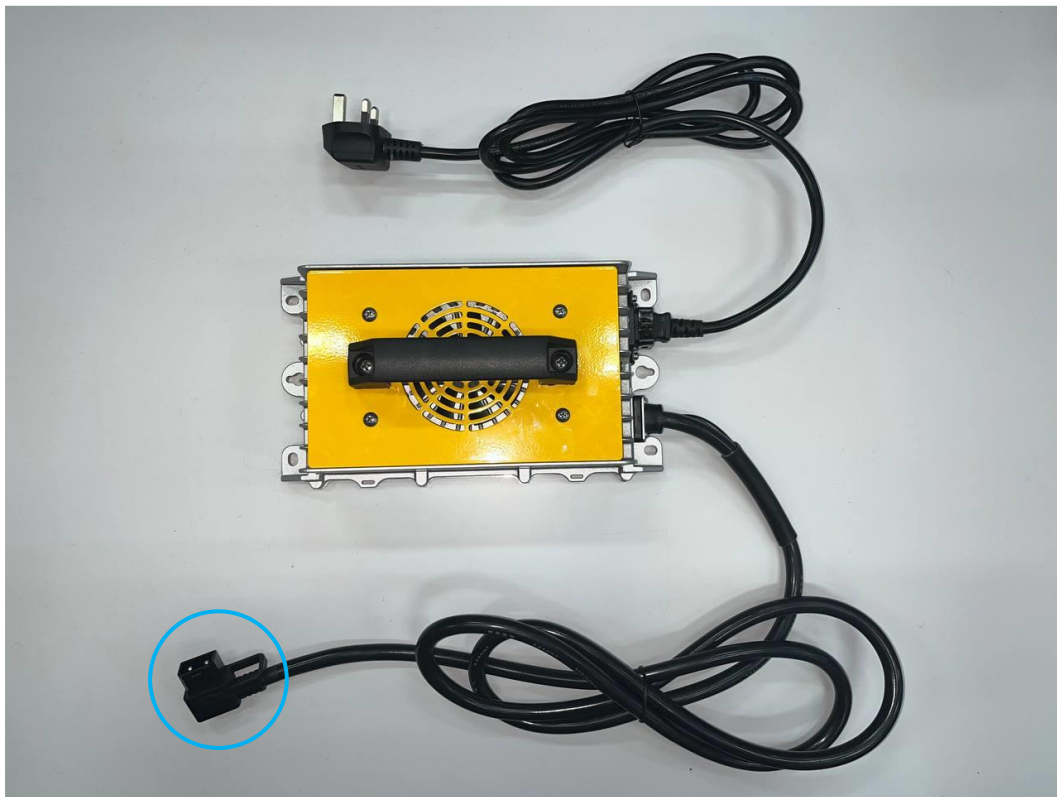

Fig. 2
2. Steek de stekker van de batterijlader (Fig. 2) in de batterijaansluiting.